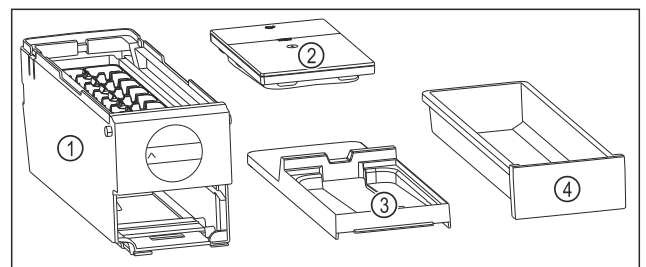

Fig. 108 Bestanddelen van de EasyTwist-Ice
- ▶ EasyTwist-Ice is in vier delen gedemonteerd. (zie Fig. 108)
- ▶ EasyTwist-Ice alleen in afgebeelde bestanddelen demonteren. (zie Fig. 108)
- ▶ EasyTwist-Ice-corpus Fig. 108 (1) als geheel reinigen.